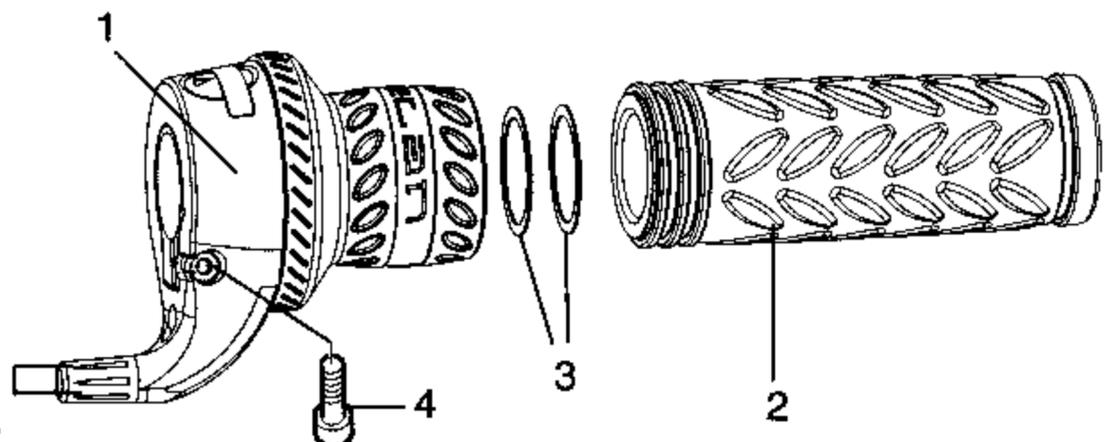

Bild 20
- Gehäuse (1) mit Drehteil auf Lenker schieben
- 2 Anlaufscheiben (3) aufschieben
- Festgriff (2) auf Anschlag montieren
- Gehäuse (1) ohne Druck gegen Festgriff (2) anlegen.
- Gehäuse (1) am Lenker ausrichten und mit Schraube (4) befestigen. Anzugsmoment 1,5 Nm (Bild 20)